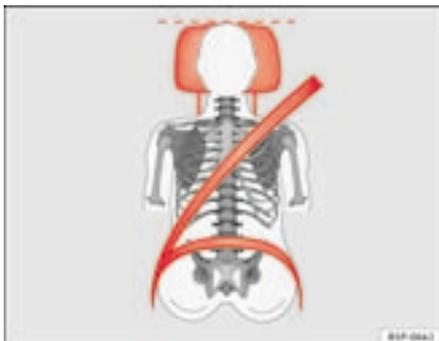

Fig. 12 Posição da faixa do cinto de segurança e do encosto de cabeça correctos, vistos de frente
- A faixa superior do cinto de segurança tem de passar sensivelmente por cima do meio do ombro e nunca por cima do pescoço ou do braço. O cinto de segurança tem de ficar bem cingido ao tronco do ocupante ⇒ fig. 12.